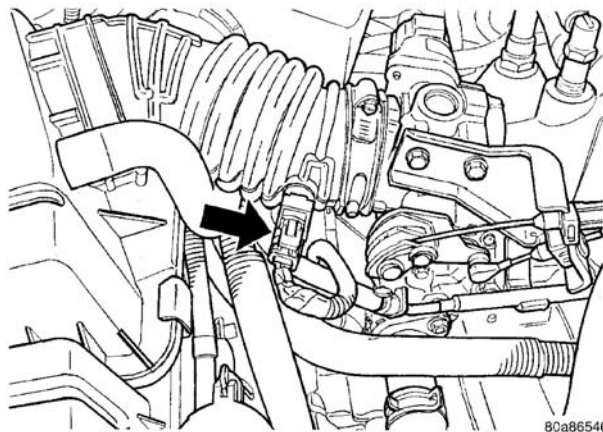

图 12 IAT 传感器 2.4 升
- (1) 断开蓄电池负极电缆。
- (2) 断开进气温度传感器（图 12）。
- (2) 安装螺栓，将空滤器固定至散热器交叉构件上端。
- (3) 将进气软管安装至节气门体。
- (4) 连接进气温度传感器（图 12）。
- (5) 连接蓄电池负极电缆。